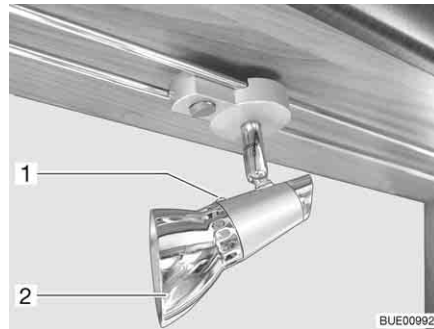

Fig. 223 Foco halógeno (desplazable)
- Soltar el tornillo de fijación (Fig. 223,1).
- Retirar la pantalla de lámpara (Fig. 223,2).